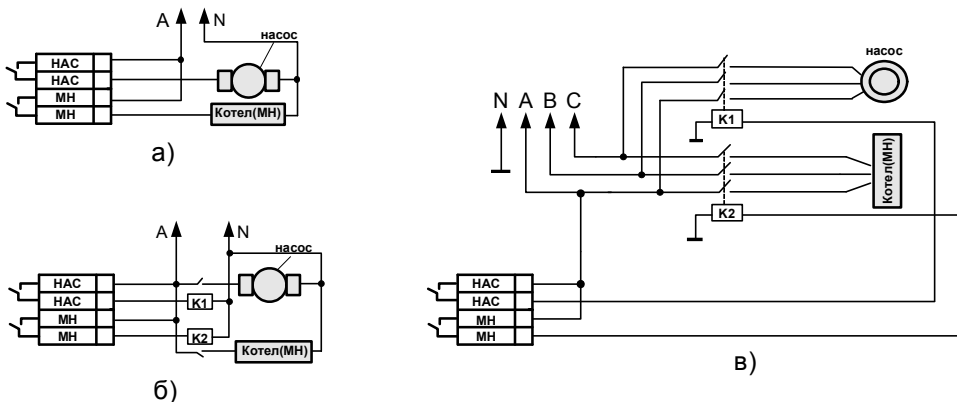

Рис.1
**2.1.7** На плате блока питания «081» расположены следующие элементы коммутации и управления (см. Приложение Б Рис. 1):
**2.2.3** Вид пульта изнутри показан в Приложении Г Рис.1 На задней стенке расположены:
В процессе работы на этом выходе контакты реле замкнуты пока в порядке датчики: «НИЗКОЕ Р(Па) ВОДЫ В КОТЛЕ», «ВЫСОКАЯ Т(°С) ВОДЫ В КОТЛЕ», «НАРУШЕНИЕ ЭЛЕКТРОСНАБЖЕНИЯ». Как только срабатывает любой из этих датчиков, то контакты реле размыкаются отключая питание модуля нагрева. Если не включен ни один из насосов, реле управляющее питанием модуля нагрева не включается. Варианты подключения питания котлов (модулей нагрева) см. рис. 1.
Варианты подключения питания насосов см. Рис. 1.
Переход в требуемый режим программирования осуществляется из соответствующего ему режима просмотра (т.е. переход в режим программирования адреса устройства осуществляется только из режима просмотра адреса). Текущий режим программирования индицируется миганием соответствующего светодиода. В режимах «Программирование 1», «Программирование 2» установки программируются изменением положения DIP-переключателей (см. Рис.1 Приложение В) (например: для активации датчика № 4 «ДАВЛЕНИЕ (ПА) ГАЗА НИЖЕ НОРМЫ» необходимо переключить DIP – переключатель №4). При этом, светодиоды №1-16, соответствующие датчикам №1-16, индицируют перечень датчиков, от которых активируются выходы «Клапан» и «Реле».